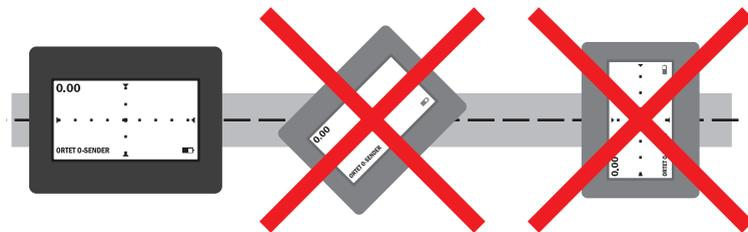

Fig. 43: Méthode de localisation **MAX (SONDE)** – Récepteur orienté correctement au-dessus du récepteur (gauche)
4. Le récepteur doit être correctement orienté pour pouvoir déterminer la profondeur (fig. 43). Pivotez le récepteur de sorte que l'écran soit parallèle à l'émetteur de localisation. Vérifiez l'orientation même si l'instruction **ALIGNER** n'apparaît pas dans la zone de consignes.